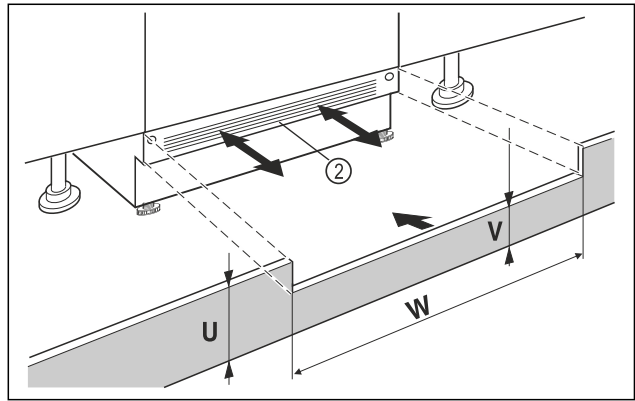

Fig. 62 Immagine a titolo di esempio
- Applicare lo zoccolo dell'apparecchio Fig. 62 (2) ma non fissarlo ancora.
- Se lo zoccolo è visibile Fig. 62 (2), tirarlo in avanti in modo tale che il bordo anteriore della griglia di ventilazione e lo zoccolo del mobile siano a filo.
- Se lo zoccolo è nascosto Fig. 62 (2) spingerlo completamente indietro.
- Verificare che le fessure di ventilazione siano completamente libere: Se necessario, tagliare lo zoccolo del mobile Fig. 62 (U)!
- Adattare, per la larghezza dell'area di incasso Fig. 62 (W), l'altezza del listello Fig. 62 (V) sotto lo zoccolo dell'apparecchio Fig. 62 (2).